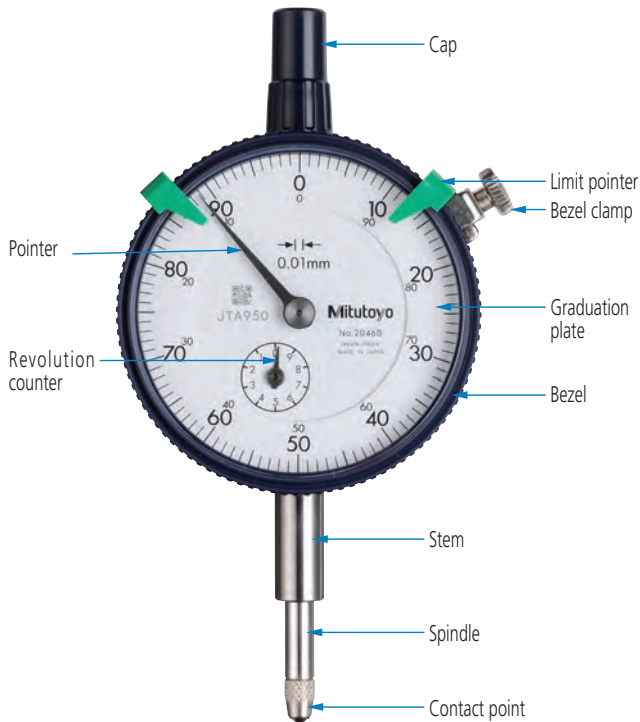

Fig. 4
4. ตัวอักษร "E" ที่ปรากฏเป็นบางครั้งบนหน้าจอในตำแหน่งสุดท้ายขณะมีการขยับแกนเลื่อนเป็นเรื่องปกติ อย่างไรก็ตามถ้าหากยังแสดงผลต่อไปแม้ว่าแกนเลื่อนจะไม่ขยับแล้ว จำเป็นต้องนำเครื่องซ่อมบำรุง (Fig. 4)